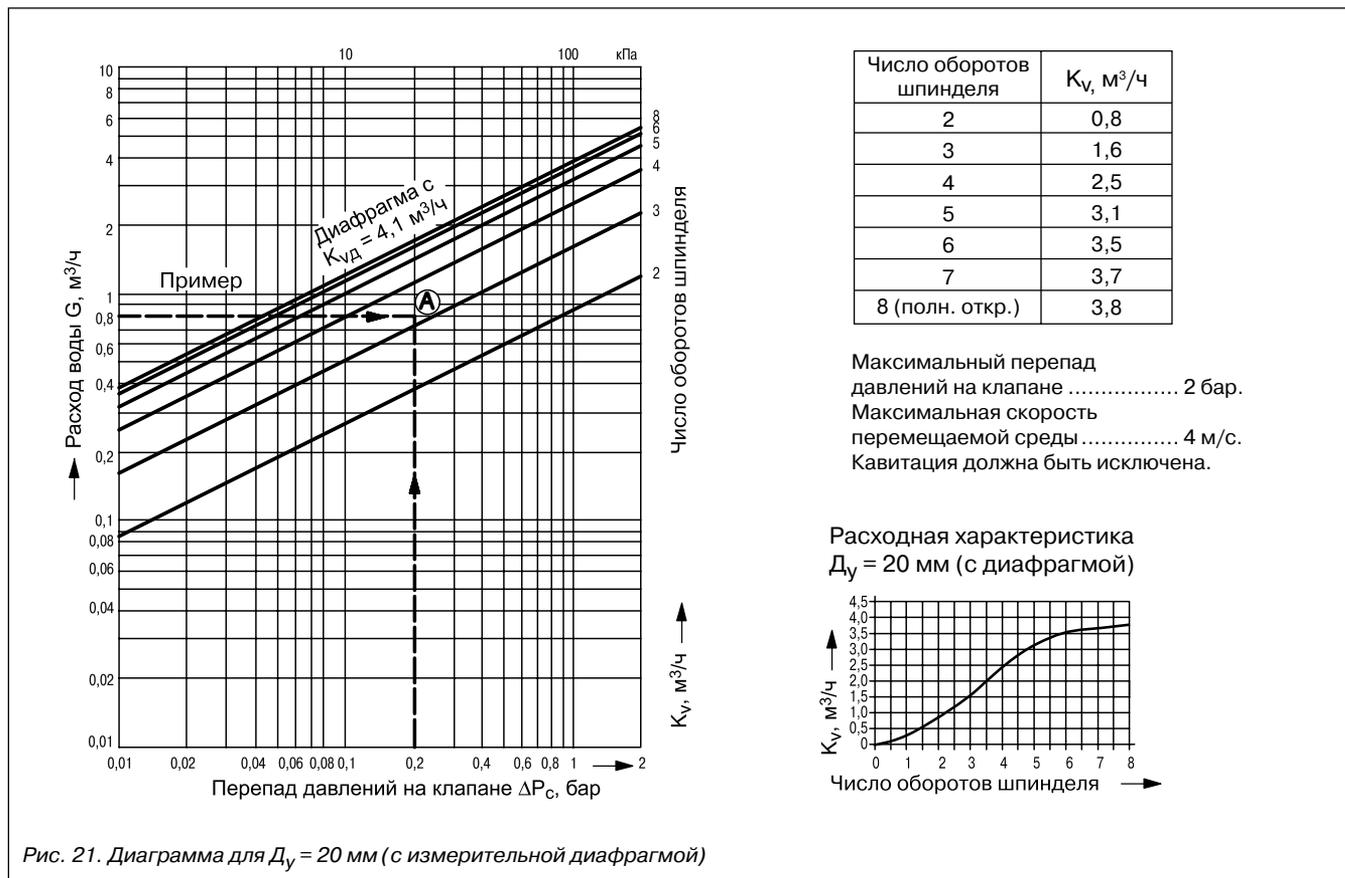

Рис. 21. Диаграмма для $D_y = 20 \text{ мм}$ (с измерительной диафрагмой)
2. По диаграмме (рис. 21) выбирается клапан $D_y = 20 \text{ мм}$, у которого настройка при расходе $G = 0,8 \text{ м}^3/\text{ч}$ равна 3,2.